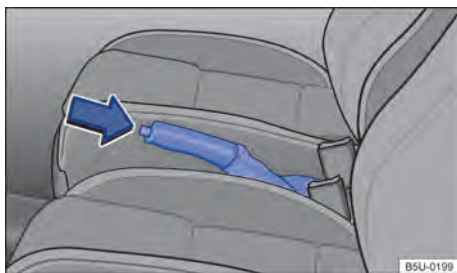

Fig. 104 Entre os bancos dianteiros: alavanca do freio de estacionamento.
- Puxar a alavanca do freio de estacionamento para cima com o botão bloqueador pressionado → Fig. 104 (seta).
- O freio de estacionamento está puxado quando, com a ignição ligada, a luz de controle (D) no instrumento combinado está acesa → Página 121.
- Puxar a alavanca do freio de estacionamento um pouco para cima e pressionar o botão bloqueador → Fig. 104 (seta).